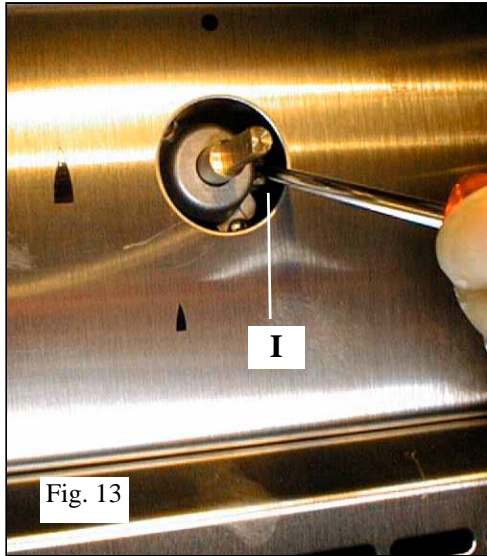

Fig. 13
**(FR)** Après raccordement ou changement de gaz, il est **impératif** de reprendre ce réglage. Déposer la manette, allumer le brûleur, passer en position min., puis agir à l'aide d'un tournevis sur la vis de réglage **I** (fig. 13).
**(GB)** After connection or change of gas, it is **crucial** to modify this adjustment. Remove the control knob. Light the burner, adjust to minimum setting, then use a small screwdriver to set the adjusting screw **I** (Figure 13).